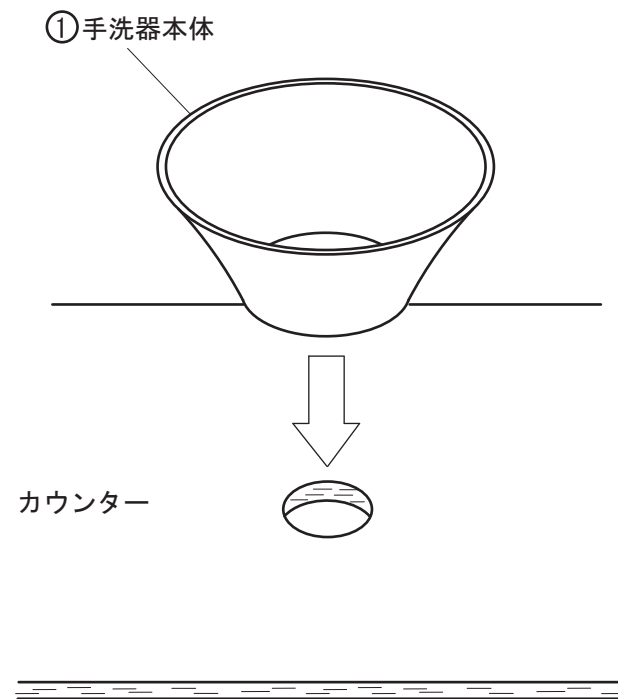

図3
3) ①手洗器本体をカウンターに開口した取付穴の上に設置します。(図3参照)